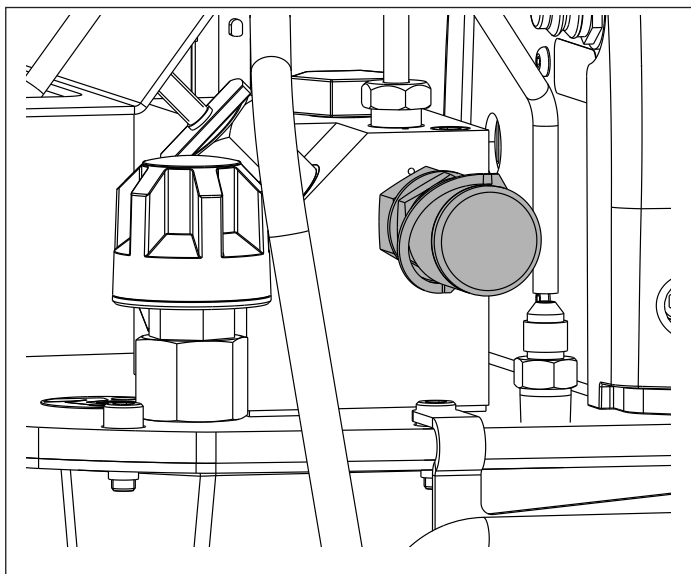

Figure 2, Raccord rapide de la sortie d'huile
Les pompes de la série ZUTP1500-S sont équipées d'un raccord rapide hydraulique femelle pour la sortie d'huile. Ces raccords rapides ont une pression nominale de 1 500 bars [21 750 psi]. Voir la Figure 2.
1. Vérifiez que le manomètre indique zéro (0) bar/psi. Assurez-vous que toute la pression hydraulique a été totalement évacuée avant de continuer cette procédure. S'il reste la moindre pression, évacuez-la comme décrit dans la section 9.2.
2. Déconnectez le flexible (si connecté) du raccord rapide de sortie d'huile. Voir la Figure 2.